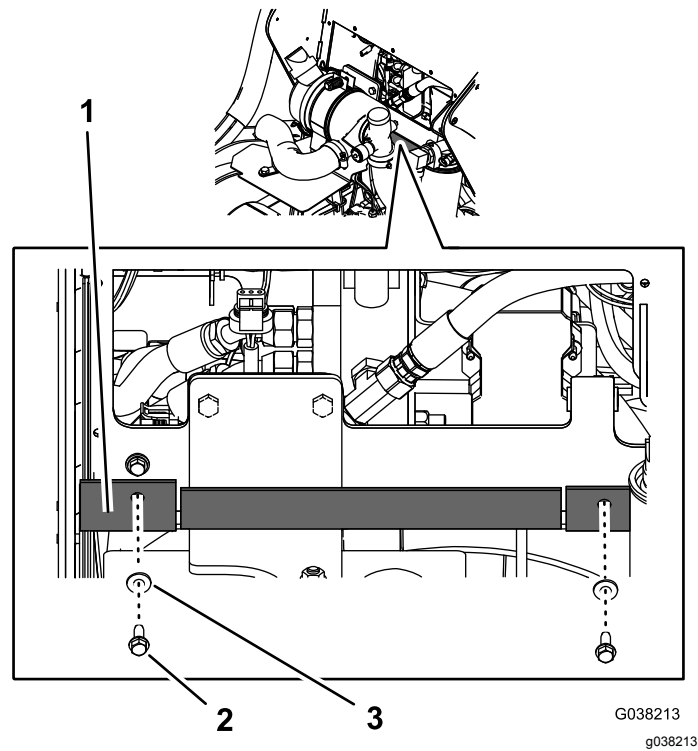

Figure 3
3. Retirez les 2 boulons et les 2 rondelles qui fixent le déflecteur en caoutchouc et abaissez le déflecteur (Figure 3).